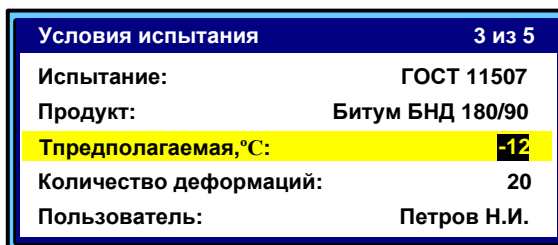

Рисунок 28 – Режим ввода предполагаемой температуры хрупкости
4.10.3.1 В режиме ожидания нажать клавишу «*», выбрать пункт меню «Условия испытания» → «Тпредполагаемая, °С:» и нажать клавишу «Режим». Аппарат переходит в режим ввода предполагаемой температуры хрупкости (см. рисунок 28).